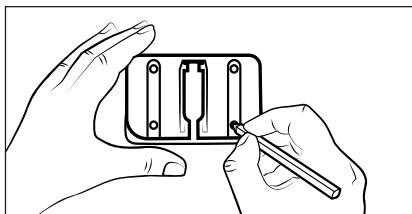

Fig. 5
- 2) Cherchez un endroit adéquat où monter le support mural ⑯ :
- Le support mural ⑯ doit être monté à une distance suffisante du sol pour garantir une mise en place et un retrait faciles de l'appareil hors du support mural ⑯.
- Il faut qu'une prise de secteur soit facilement accessible pour l'adaptateur secteur ⑩.
- 3) Utilisez le support mural ⑯ pour marquer les quatre trous à percer sur le mur (voir fig. 5).